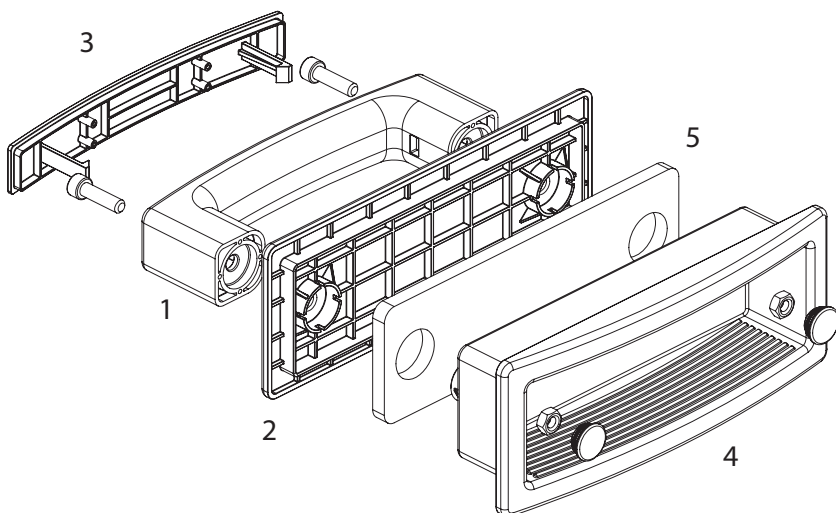
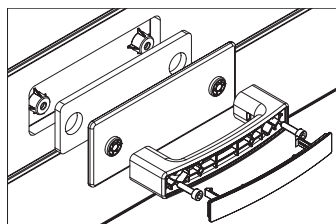

Рис. 40. Комплект ручки HGI007
Рис. 40.2. Установка ручки. Вид изнутри
- Ручка арт.HGI007 устанавливается в отверстие, выполненное в секции полотна ворот. В комплект ручки входят ручка-скоба 1 с опорной накладкой 2, декоративная накладка 3, корытообразная ручка 4, теплоизоляционная прокладка 5 (рис.40). При монтаже ручки стягиваются двумя винтами с гайками. Винты устанавливаются с внутренней стороны ворот (рис. 40.2). После закрепления ручек следует установить заглушки, закрывающие гайки.